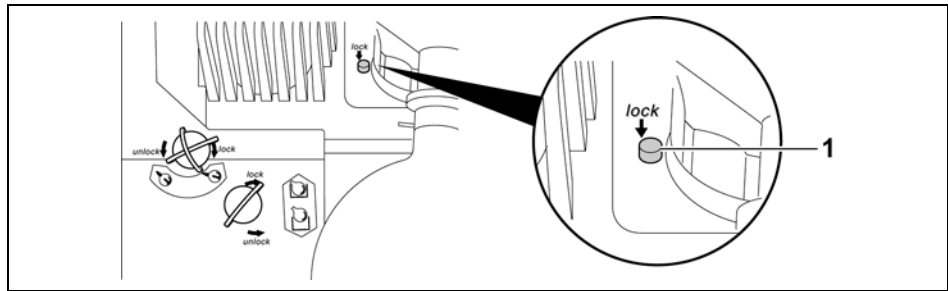

Figure 4-6 : Bouton de verrouillage
3. Maintenir le bouton de verrouillage enfoncé (Figure 4-6 (1)).
8. Maintenir le bouton de verrouillage enfoncé (Figure 4-6 (1)).